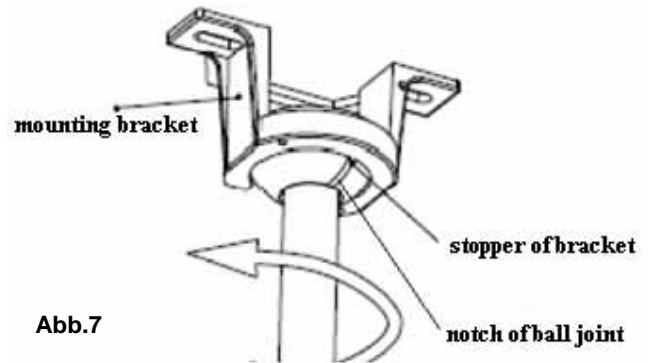

Abb.7
1. Setzen Sie die vormontierte Haltestange an die Halterung an. Abb. 7